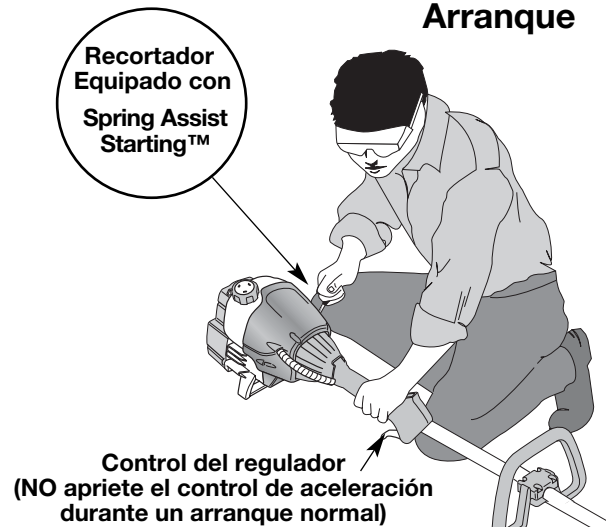

Fig. 8
ADVERTENCIA: Evite los arranques accidentales. Colóquese en posición de inicio cuando tire de la cuerda de arranque (Fig. 8). El operador y la unidad deben estar en una posición estable al arrancar la unidad para evitar graves lesiones personales. Compruebe que cualquier complemento usado se instale correctamente y que esté seguro, antes de poner en marcha la unidad.
4. Colóquese en la posición de arranque y **no apriete el control de aceleración** (Fig. 8). Hale el cordón de arranque con un **movimiento controlado y uniforme** hasta que el motor trate de arrancar. Repita hasta que el motor arranque.